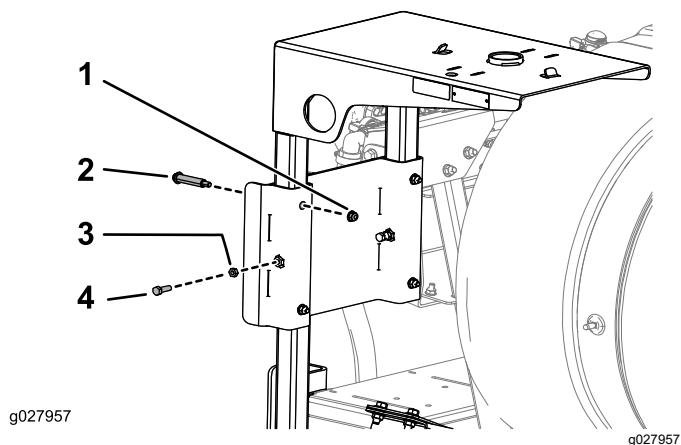

図 14
- 6. 図 14 のように、リールシェルフ・サポートのスロットにリールシェルフ・フレームを入れるショルダーボルト4本、フランジナット 5/16-18" 4個、ボルト 5/16-18 x 1" 2本、ジャムナット 5/16-18" 2個を使用する。